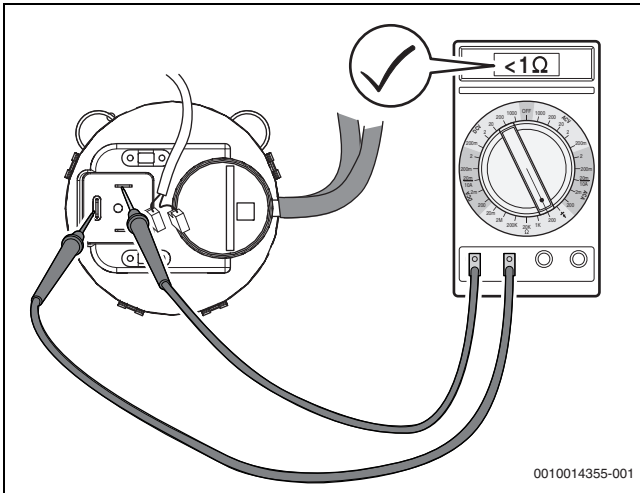
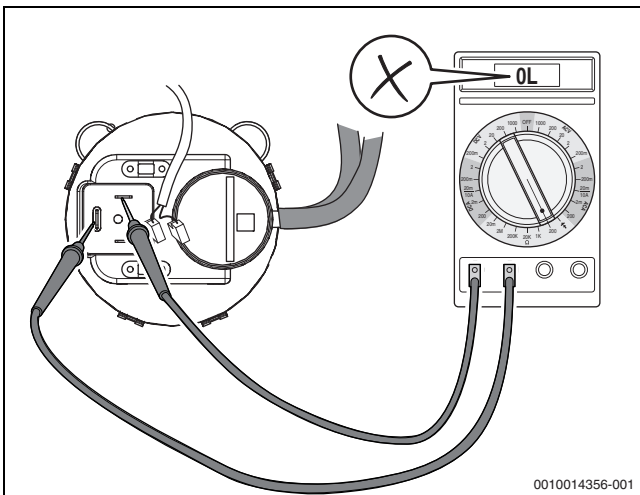

Bild 72 Differenzdruckwächter auf Durchgang prüfen (Differenzdruckwächter in Ordnung)
Bild 73 Differenzdruckwächter auf Durchgang prüfen (Differenzdruckwächter **nicht** in Ordnung)
- ▶ Elektrische Anschlussleitungen am Differenzdruckwächter abziehen und Widerstand an den Kontakten messen (→Bild 72). Wenn der gemessene Wert < 1 Ohm beträgt (oder Signalton, je nach Messgerät), ist der Differenzdruckwächter in Ordnung. Wenn kein Wert oder ein Widerstand > 1 Ohm angezeigt wird (→Bild 73), Differenzdruckwächter austauschen.